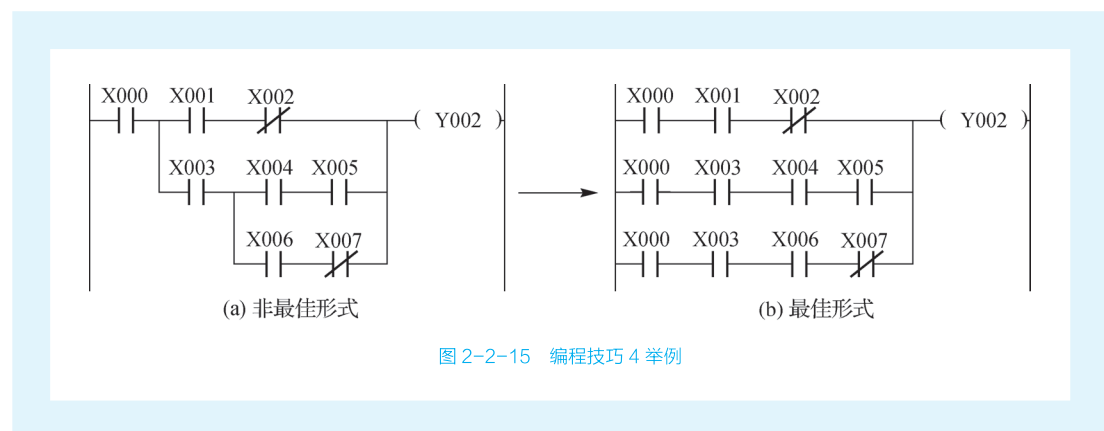

图 2-2-15 编程技巧 4 举例
(4) 如果电路复杂, 采用 ANB、ORB 等指令实现比较困难时, 可以重复使用一些触点, 改成等效电路后再进行编程, 如图 2-2-15 所示。